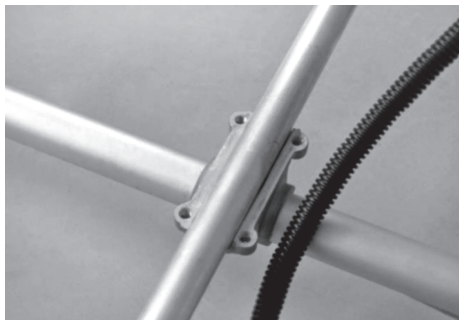

Рис.2
1. Установите две половины рукояти на штангу в соответствующее крепление (рис. 2).